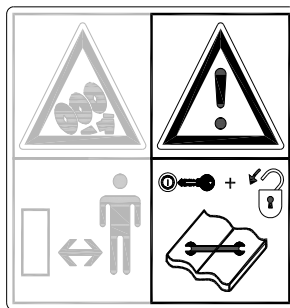
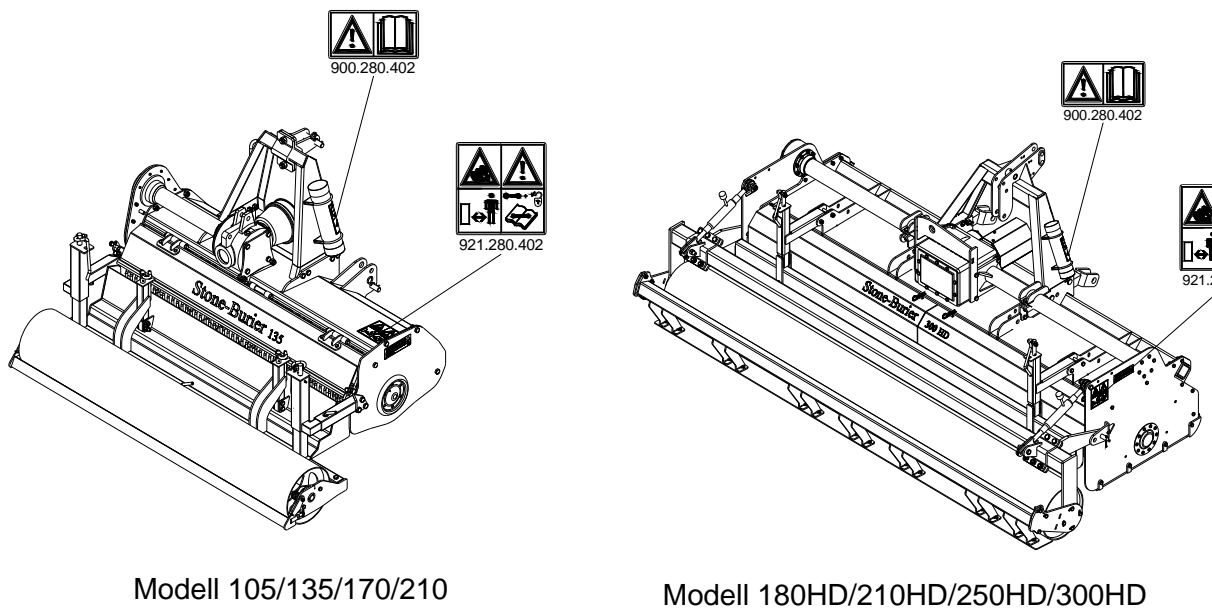

Fig. 2
Fig. 5
Vid underhåll, justeringar och reparationer **måste traktormotorn alltid stängas av och startnyckeln tas ur tändningslåset. Dessutom måste kraftuttaget (PTO) kopplas ur.** (Fig.2)
På sidorna av stenedläggaren (Fig. 5) finns etiketter (Fig. 2,3,4) med säkerhetssymboler. Dessa säkerhetsetiketter måste alltid vara tydligt synliga och läsbara. Om de är skadade måste de bytas ut.
(7) Säkerhetsetiketternas placering. (Fig. 5)